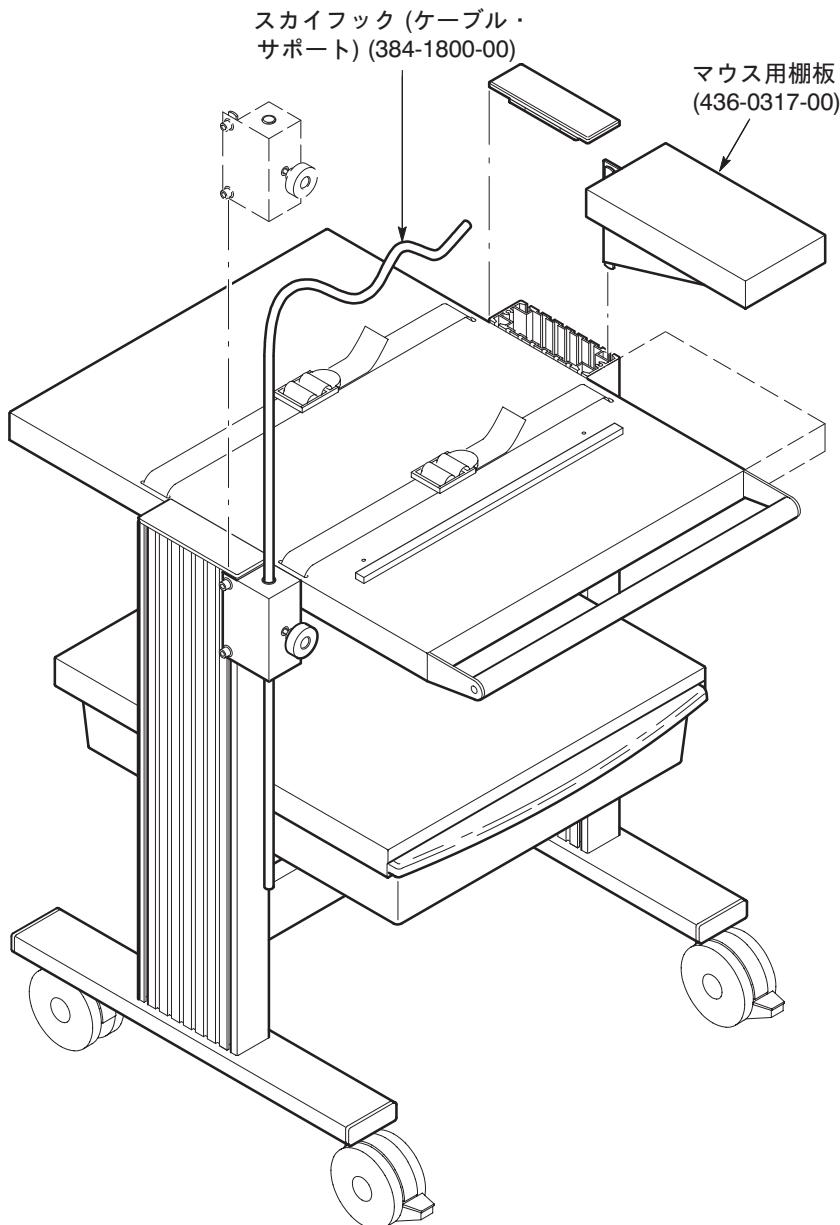

図2：エンド・キャップの取り付け (K420型台車)
4. 図 2 に示すように、エンド・キャップを元の場所に取り付けます。